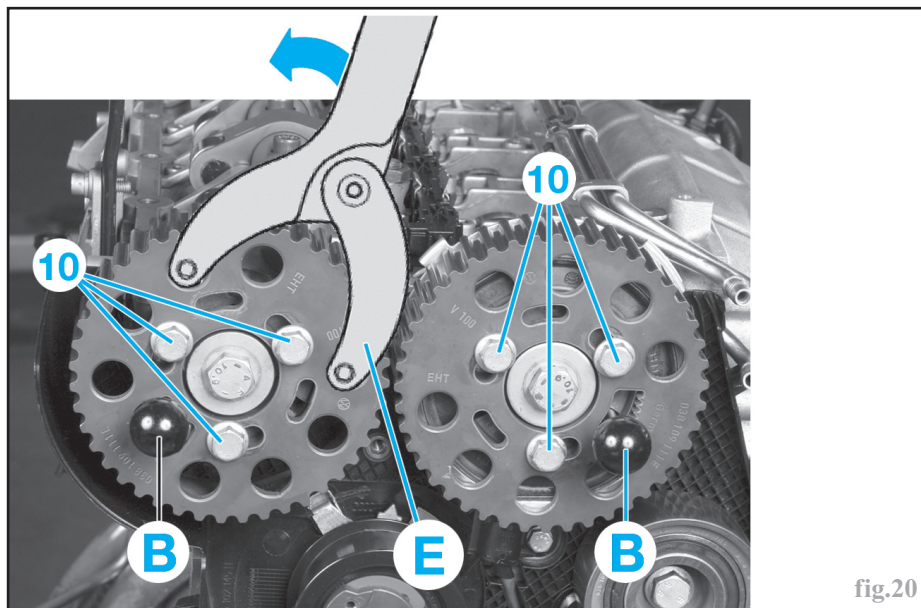

fig.20
Mettre en place l'outil **(E)** (outil **T10 172**) et tourner celui-ci dans le sens anti-horaire (roues dentées d'arbre à cames en pré-contrainte) (Fig.20).
S'assurer que le calage de la roue dentée d'arbre à cames d'admission soit possible en réintroduisant la pige de calage **(B)** (Fig.20).
- Dans cette position, serrer les vis de fixation **(10)** de la roue dentée d'arbre à cames (Fig.20).
- Desserrer les vis de fixation **(10)** des pignons d'arbres à cames (Fig.20).
- Dans cette position, serrer les vis de fixation **(10)** des roues dentées d'arbres à cames (Fig.20).